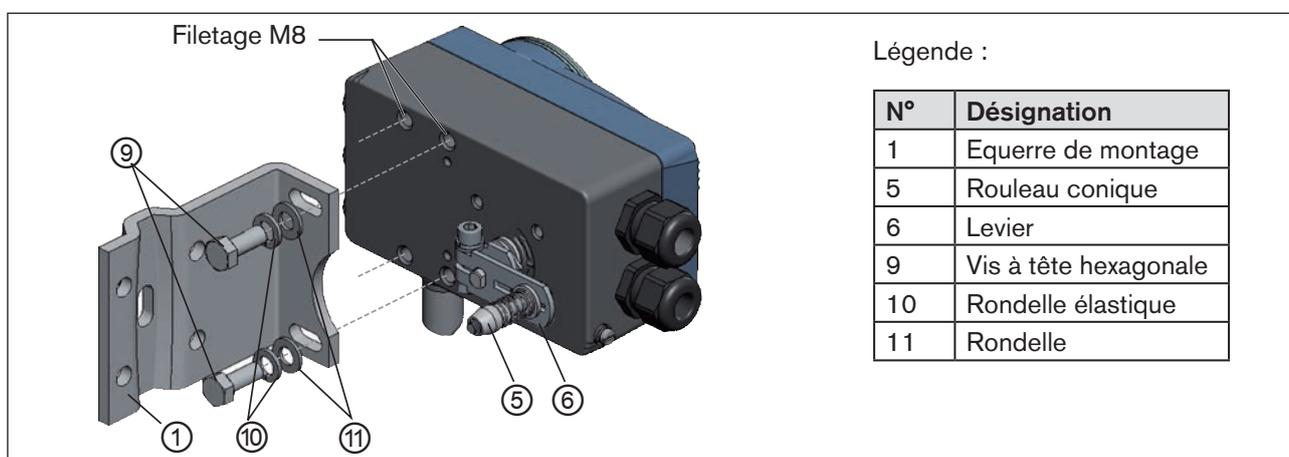

Figure 15 : Fixer l'équerre de montage
→ Fixer l'équerre de montage ① avec les vis à tête hexagonale ⑨, la rondelle élastique ⑩ et les rondelles ⑪ au dos du type 8792/8793 (voir « Figure 15 »).
Le rouleau conique ⑤ sur le levier ⑥ du capteur de déplacement doit pouvoir se déplacer librement (voir « Figure 15 ») tout le long de la course sur l'actionneur.